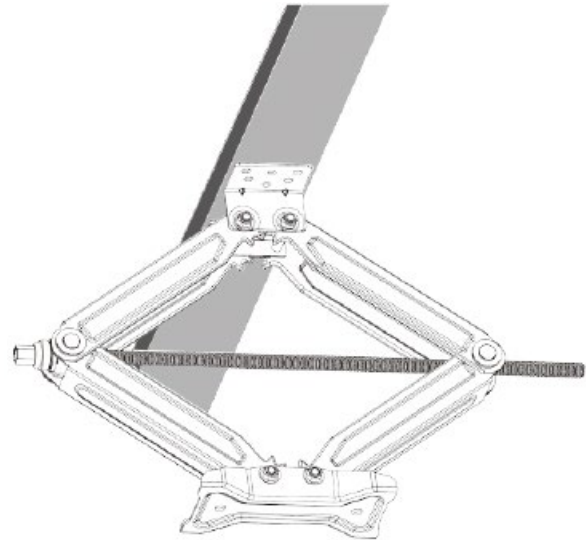

Figure 2
- Une fois que la position acceptable pour le cric a été déterminée, souder la plaque de montage au châssis. Cette procédure utilise quatre soudures de 1" (Figure 2).